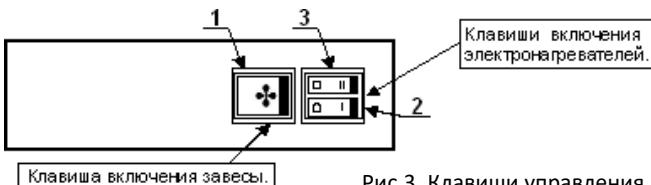

Рис.3. Клавиши управления прибором
- Включение. Установите клавишу 1 в положение  (см. рис. 3), при этом начинает работать вентилятор. Нажатие на любую из клавиш 2 или 3 включает половину мощности. Режим полной тепловой мощности включается нажатием на обе клавиши 2 и 3.